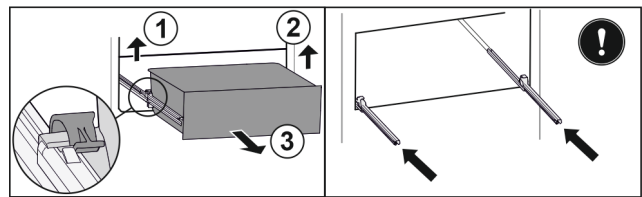

Fig. 39\*
- ▶ Linke Klemme anheben und gleichzeitig das Schubfach links nach vorne ziehen Fig. 39 (1).\*
- ▶ Rechte Klemme anheben und gleichzeitig das Schubfach rechts nach vorne ziehen Fig. 39 (2).\*
- ▶ Schubfach nach vorne entnehmen Fig. 39 (3).\*